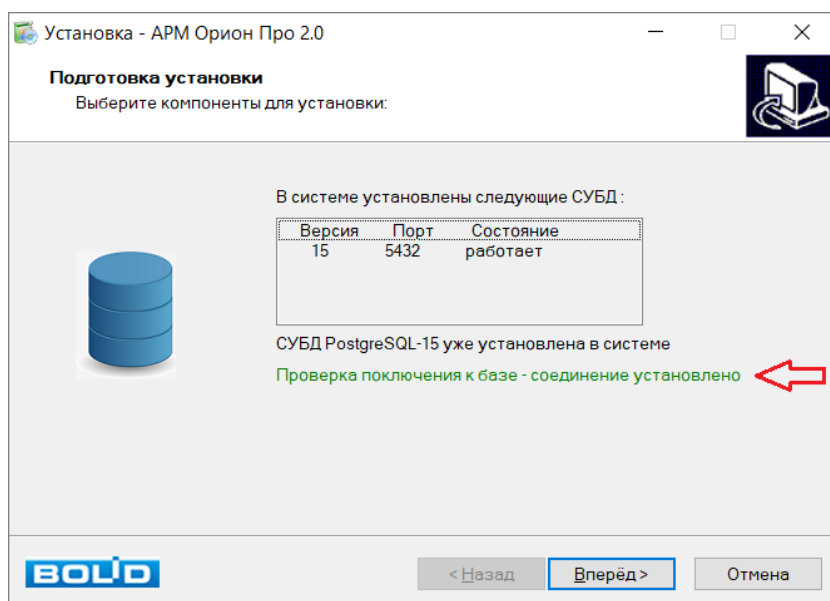

Рисунок 2-35 Информация об успешном подключении к СУБД
- если подключение будет установлено, то соответствующая информация отобразится на странице подготовки установки ПО (см. Рисунок 2-35). Для продолжения нажмите кнопку «Вперёд»;